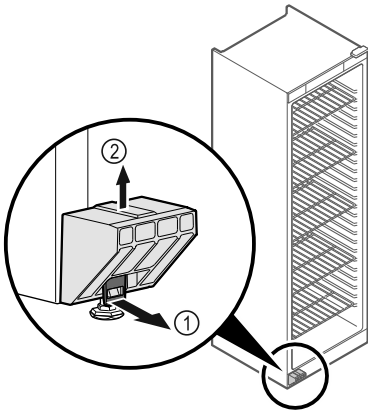

Fig. 1
- Trageți lamela Fig. 1 (1) spre partea frontală.
- Desprindeți siguranța de transport Fig. 1 (2) în sus.